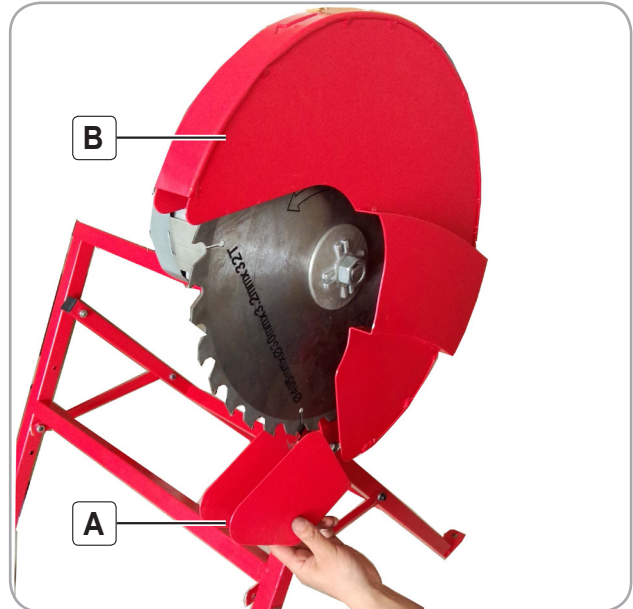

Fig.6
■ **Montarea protecției inferioare (Fig.6)**